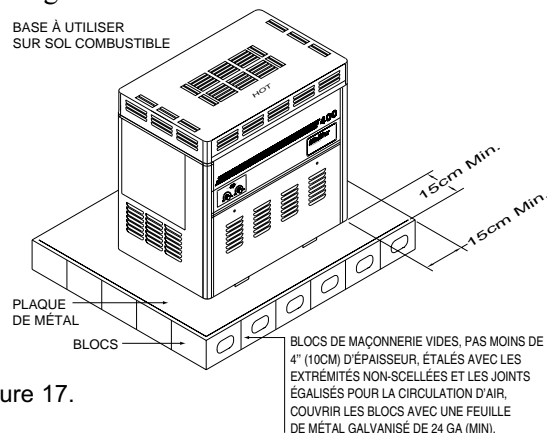

Figure 17.
- b) Construire une base non combustible à partir de blocs de maçonnerie comme le montre l'illustration, voir figure 17.